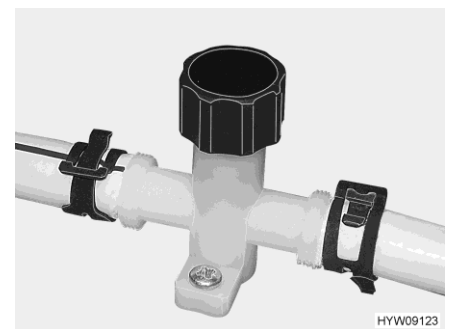

Fig. 126 Llave de desagüe (tubería de agua)
- Cerrar las llaves de desagüe (Fig. 126). Para ello, cerrar el capuchón respectivo girando en sentido de las agujas del reloj. El lugar de instalación de la válvula de seguridad/purga y de las llaves de desagüe figura en el apartado 10.7 al final del presente capítulo.